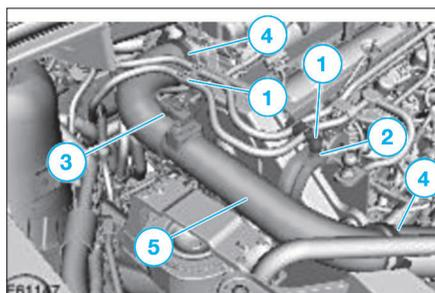

FIG. 10
- Déposer (Fig.10) :
- les clips de maintien des canalisations d'alimentation (1).
- l'écrou de fixation de tuyau d'échangeur thermique (2).
- Débrancher le connecteur électrique de sonde de température d'air (3).
- Desserrer les colliers de maintien (4) puis déposer le tuyau d'échangeur thermique (5).